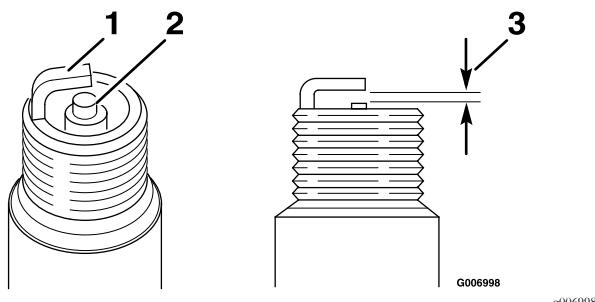

Figura 27
5. Ajuste el hueco entre los electrodos a 0.76 mm (0.030") (Figura 27).